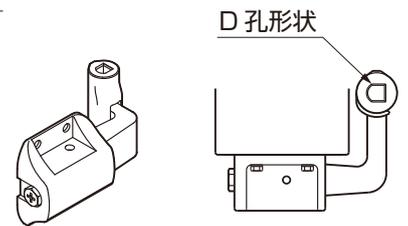

図4-8 ジョイント取付け詳細
- 持送りとジョイントとのスリ割りを合わせ、図4-8のように奥まで差込んでください。
- ジョイントのD孔形状が、図4-8の向きに組付いたことを確認してください。